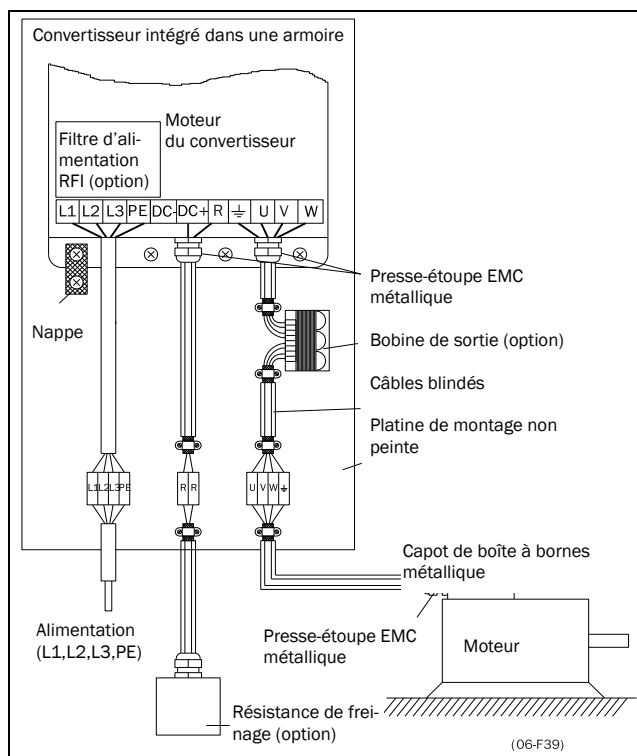

Fig. 35 Convertisseur de fréquence intégré dans une armoire sur platine de montage
- La nappe de connexion – voir fig. 35 – est uniquement nécessaire si la platine de montage est peinte. Tous les convertisseurs ont l'arrière non peint et conviennent donc pour un montage sur une platine non peinte.
Si les câbles moteur doivent être coupés par des sectionneurs de maintenance, des bobines de sortie etc., les blindages devront être prolongés par des coffrets métalliques, des platines de montage en métal etc. comme illustré à la Fig. 35.